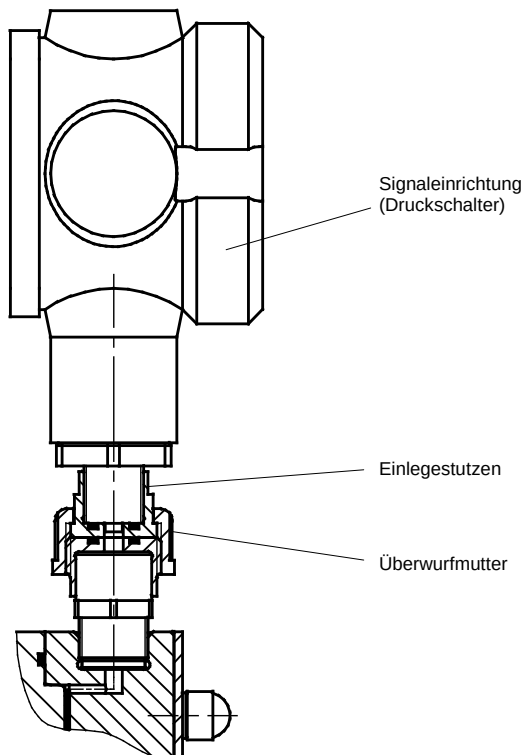

Abb. 41
- Überwurfmutter lösen und Signaleinrichtung abnehmen (siehe Abb.41/42).